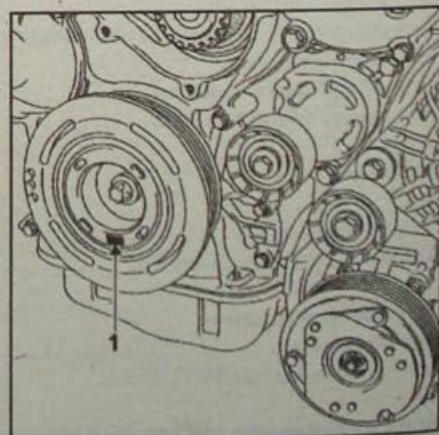
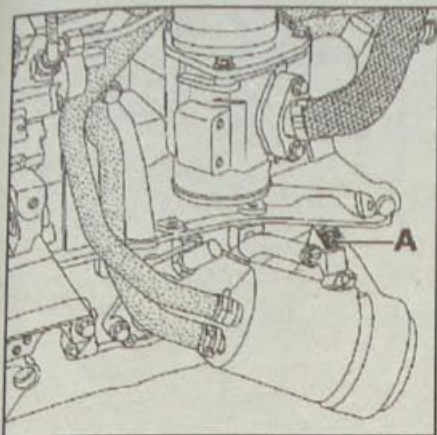

Рис. 4.2. Расположение метки ВМТ (1) на шкиве коленчатого вала
Рис. 4.3. Расположение пробки (А), закрывающей отверстие для установки фиксатора коленчатого вала
• По метке (1, рис. 4.2) на шкиве коленчатого вала установите коленчатый вал двигателя в положение ВМТ поршня 1-го цилиндра, отверните пробку (А, рис. 4.3) и фиксатором заблокируйте коленчатый вал от проворачивания.